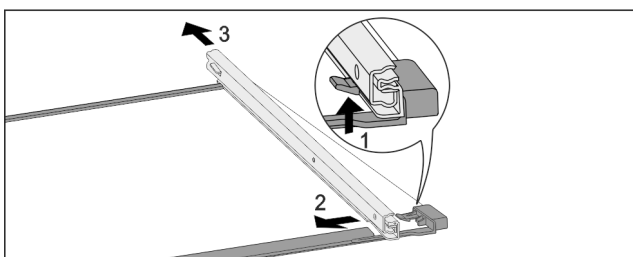

Fig. 168 Скляна пластина з рейками
- ▶ Натиснути передній гачок-фіксатор вгору. Fig. 168 (1)
- ▶ Виштовхніть виїзну рейку в сторону Fig. 168 (2) та назад Fig. 168 (3).